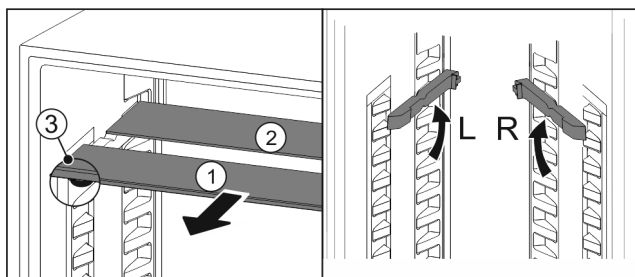

Fig. 112
- ▶ Wyciągnąć Fig. 112 (1) pojedynczo półki szklane do przodu.
- ▶ Płyta szklana Fig. 112 (1) z listwą ozdobną znajduje się z przodu.
- ▶ Stopery Fig. 112 (3) wskazują w dół.